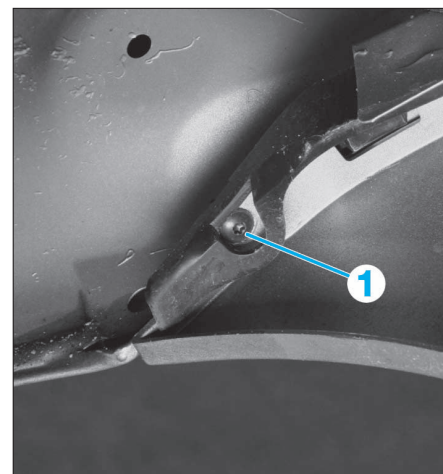

FIG. 111
- De chaque côté, déposer les vis (1) (Fig.111).